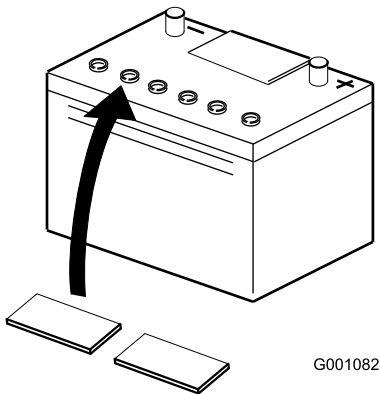

Figure 6
3. Nettoyez le dessus de la batterie puis retirez les bouchons d'aération (Figure 6).
6. Remettez les bouchons d'aération (Figure 6).